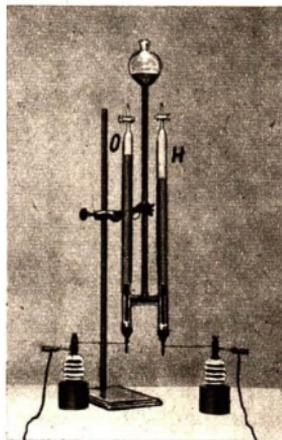

Abb. 262 Wasserzersetzungsgesät
Zu genauen Messungen verwendet man statt der einfachen Zersetzungszelle ein *Wasserzersetzungsgesät*, wie es Abb. 262 zeigt. Die beiden seitlichen, mit Hähnen verschlossenen Röhren enthalten je eine Elektrode aus Platin oder Kohle. Die mittlere Röhre dient zum Einfüllen der Flüssigkeit. Mit der Wasserzersetzung haben wir nunmehr ein Mittel gefunden, um an einer beliebigen Stromquelle die Unterscheidung der Pole unabhängig von äußeren Merkzeichen der Stromquelle vornehmen zu können.
**4. Strommeßgeräte.** Die Messung der Stromstärke mit Hilfe der freiwerdenden Wasserstoffmenge ist für den Gebrauch in Wissenschaft und Technik unbequem. Man bevorzugt die einfacher zu handhabenden Zeigergeräte, die in der Mehrzahl auf der Ausnutzung der magnetischen Wirkung beruhen. Um sie in Ampere zu eichen, legt man sie gemeinsam mit einem Wasserzersetzungsgesäß (Abb. 262) in denselben Stromkreis und vergleicht bei verschiedenen Stromstärken die